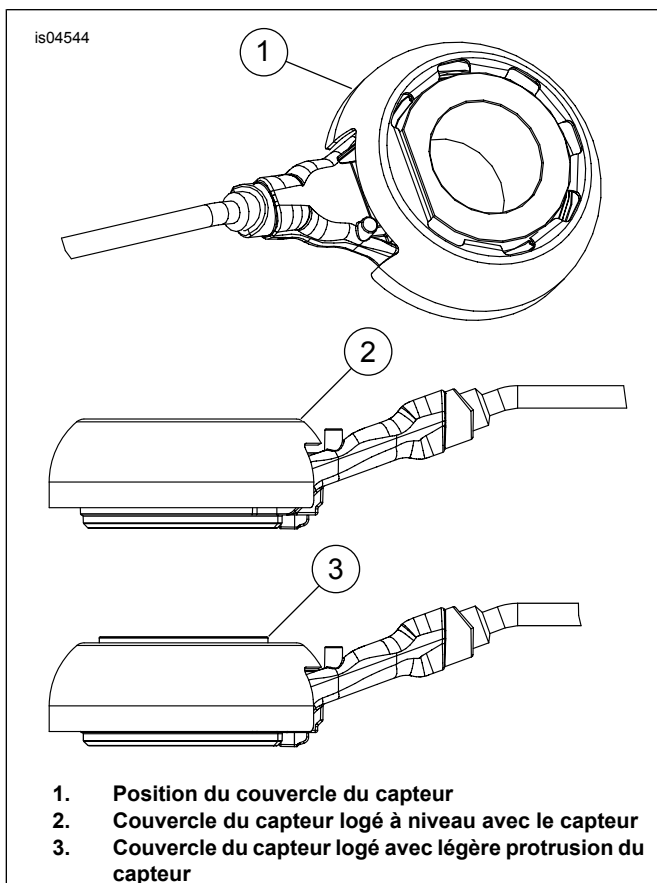

Figure 2. Couvercle du capteur ABS
1. Voir Figure 2. Placer le couvercle du capteur ABS (1) sur le capteur avec la fente alignée à la connexion du fil. Placer un bloc en bois sur le couvercle et avec un maillet souple, taper sur le couvercle du capteur jusqu'à ce que le couvercle du capteur soit à niveau (2) avec le capteur ou soit logé avec une légère protrusion (3) du capteur.
3. Appliquer une légère couche de lubrifiant antigrippant Permatex® sur l'axe (I).
4. Tout en soutenant la roue, insérer l'embout fileté de l'axe par le bras droit de la fourche. Pousser l'axe afin qu'il passe à travers la fourche, la nouvelle entretoise externe du champignon (2) et le moyeu de roue et ressorte du côté gauche.